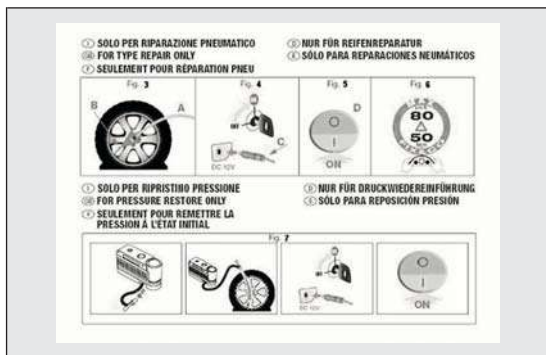

fig. 136
- un folleto informativo (ver fig. 136), utilizado para usar correctamente el kit de reparación rápida. El folleto deberá entregarse al personal que manipulará el neumático tratado con el kit de